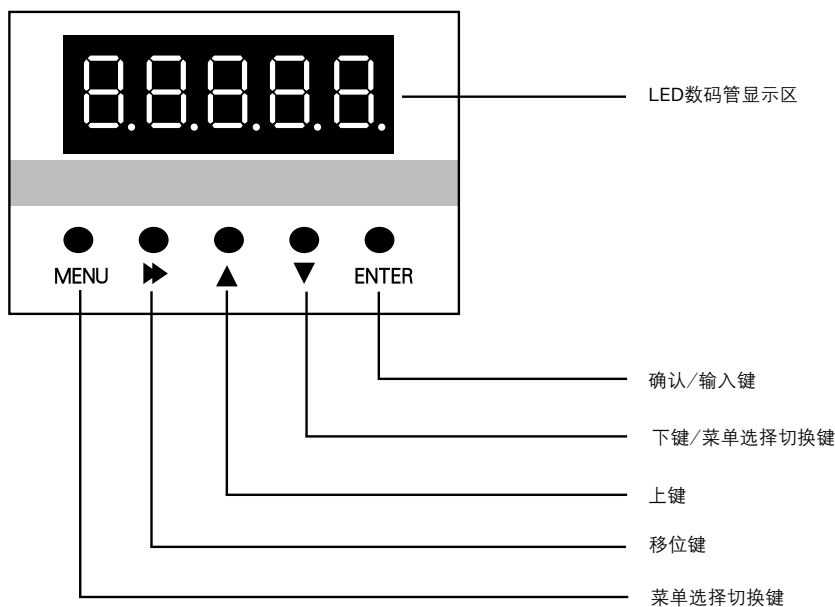

图3—1 操作器示意图
0.4~18.5kw驱动器的操作器主要由LED数码管和按键两个部分组成，其外形及各功能区如图3—1所示。